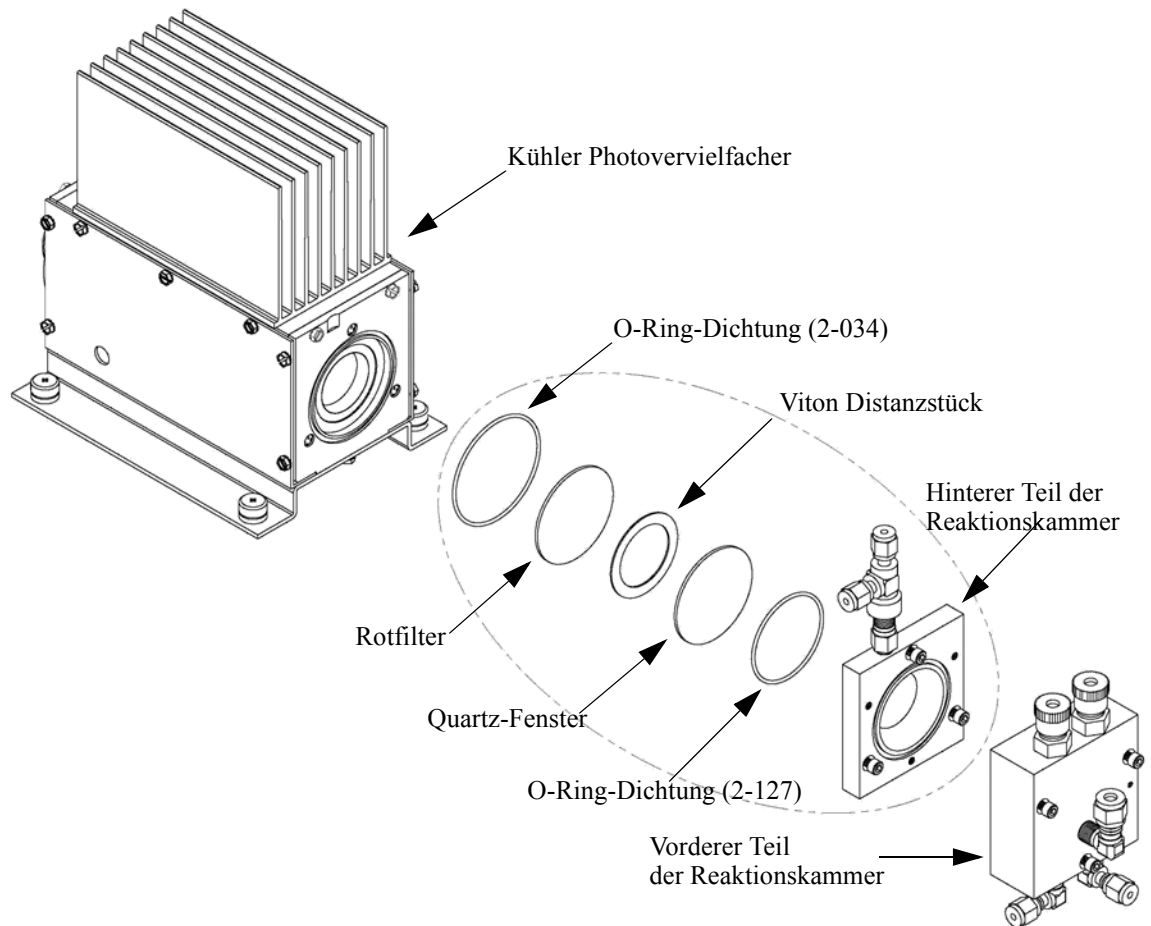

Abb. 7-11. Reinigen oder Entfernen der Reaktionskammer
Zum Reinigen oder Herausnehmen der Reaktionskammer bitte die nachfolgend beschriebenen Arbeitsschritte durchführen (siehe Abb. 7-11).
3. Die drei Sechskantschrauben, mit denen der vordere Teil der Reaktionskammer mit der Rückseite verbunden ist, entfernen (siehe auch Abb. 7-11). Auf diese Weise werden die Innenoberflächen beider Teile der Reaktionskammer und das Quartz-Fenster zugänglich. Die Innenwände mit Wattestäbchen und Methylalkohol reinigen.